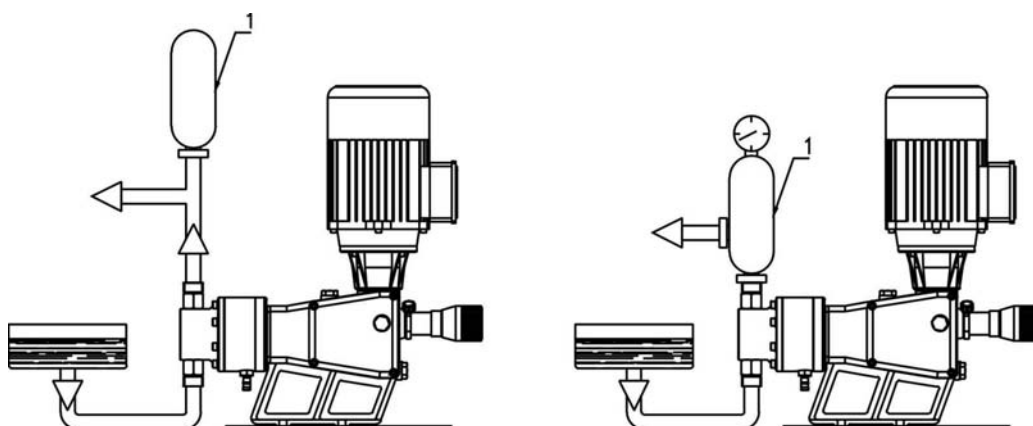

Fig. 5 - configurations avec accumulateur pneumatique ou amortisseur d'impulsions
5.3.3 Configuration avec accumulateur pneumatique ou poumon amortisseur d'impulsions (Réf. 1 - Fig. 5)